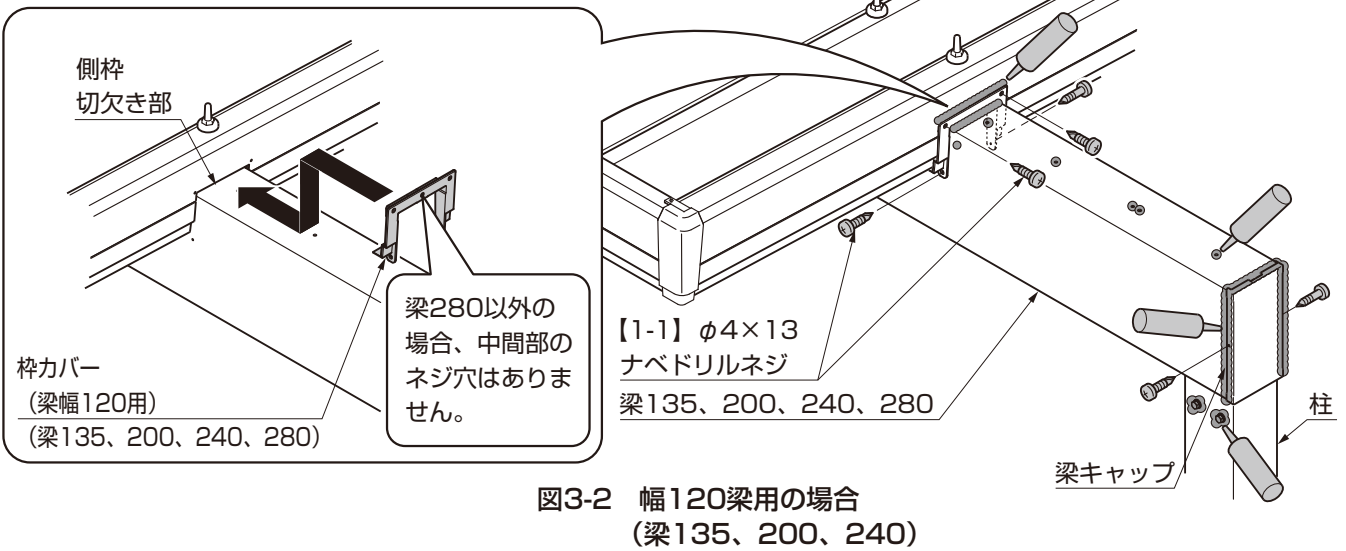

図3-2 幅120梁用の場合
梁240Wの場合は梁接続部にもシーリングしてください。(図3-2、図3-4参照)
- ⑤梁、柱を固定しているボルト回りにシーリングしてください。(図3-2、図3-4参照)